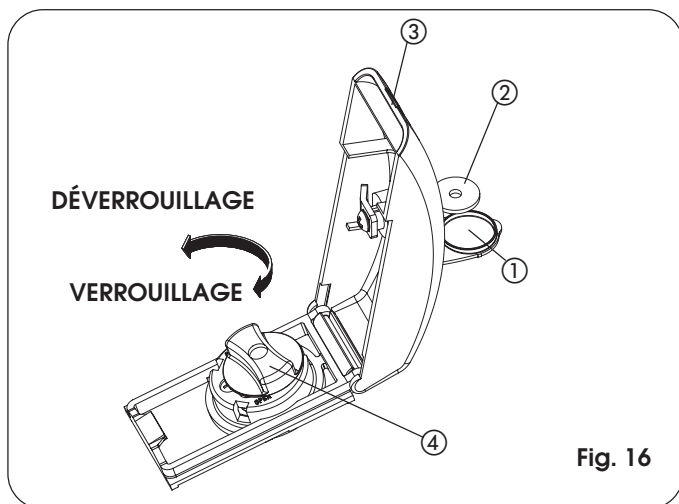

Fig. 16
- Soulever le bouchon de protection (Fig. 16, réf. ①) et introduire la clé fournie (Fig. 16, réf. ②).
- Soulever la protection (Fig. 16, réf. ③).
- Tourner, en sens inverse horaire, d'environ deux tours, la poignée de déverrouillage (Fig. 16, réf. ④).
- pour bloquer de nouveau l'opérateur, tourner, en sens horaire, la poignée de déverrouillage jusqu'à l'arrêt (Fig. 16, réf. ④).
- Refermer la protection et tourner la clé de 90° en sens inverse horaire (Fig. 16, réf. ②).
- Enfin, extraire la clé et fermer le bouchon de protection (Fig. 16, réf. ①).